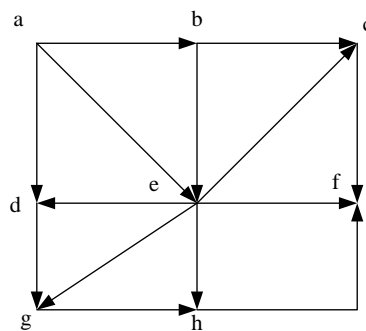

Рис. 3
3. Для направленного графа электрической сети, показанного на рис.3, выделить дерево и хорды, пронумеровать ветви, составить матрицы \mathbf{M} , \mathbf{N} , $\dot{\mathbf{Y}}$ (последняя – в общем виде).